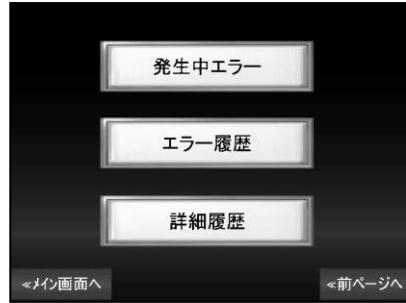

図 10-27
- メニュー画面の [エラー] を押すと、エラーメニュー画面に切り替ります。(図 10-27)